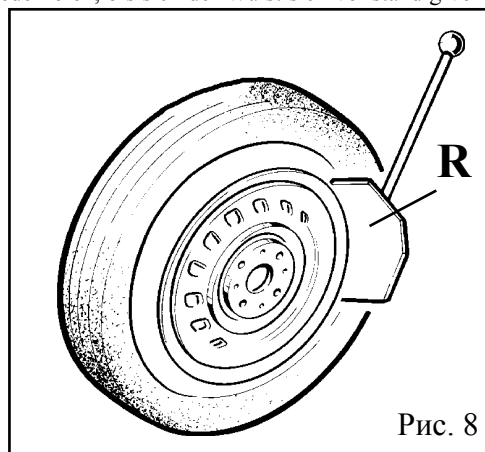

Рис. 8
- Accostare la ruota agli appoggi in gomma sulla parte destra dello smontagomme (S)
- Avvicinare la paletta (R) al tallone del pneumatico, mantenendo una distanza, dal bordo del cerchio, di circa 1 cm.(Fig.8) Prestare attenzione affinché la paletta operi correttamente sul pneumatico e non sul cerchio.
- Premere il pedale (U) per azionare lo stallonatore e rilasciarlo quando la paletta è a fondo corsa o comunque quando la gomma è stallonata.
- Position the wheel against the rubber stops on the right side of the tyre changer (S).
- Position the bead breaker blade (R) against the tyre bead at a distance of about 1 cm from the rim (fig.8). Pay attention to the blade, which must operate correctly onto the tyre and not onto the rim.
- Press down the pedal (U) to activate the bead breaker and release it when the blade has reached the end of its travel or in any case when the bead is broken.
- Поместите колесо на резиновый упор, расположенный на правой стороне шиномонтажного стенда (S).
- Приблизьте лопатку устройства отжима борта (R) к борту шины, сохраняя дистанцию приблизительно в 1 см от диска (Рис. 8). Уделяйте внимание положению лопатки, которая должна действовать на шину, а не на диск.
- Нажмите на педаль (U) для того, чтобы включить устройство отжима борта. Отпустите ее, когда лопатка достигнет конца своего движения или, пока шина не будет полностью отделена от обода.